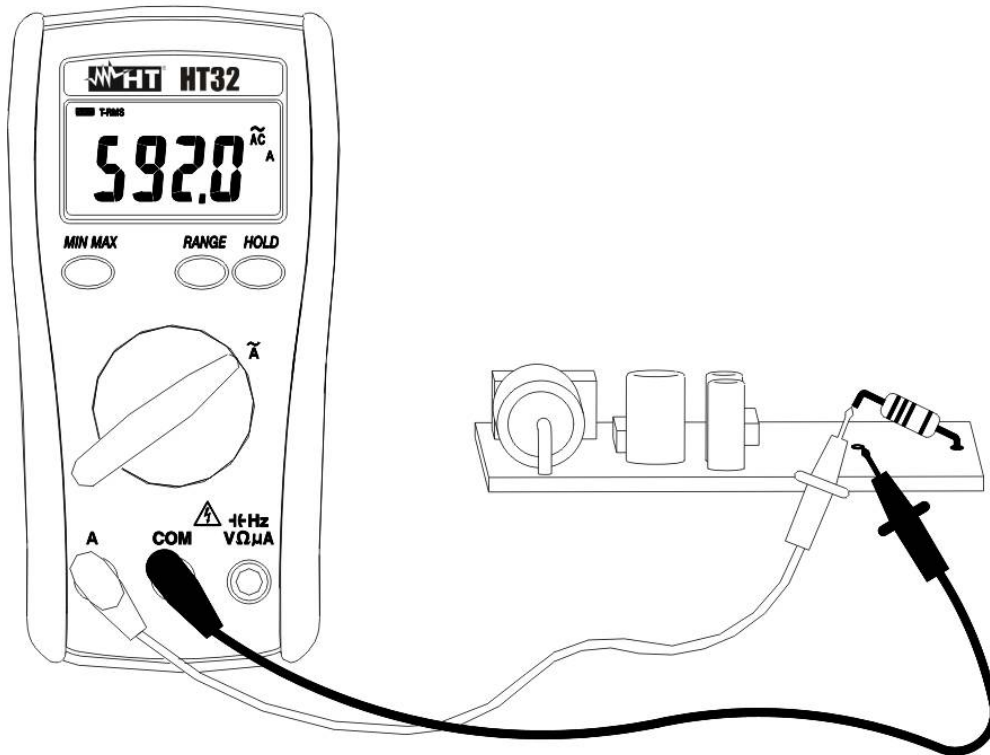

Abb.10: AC TRMS Strommessung
2. Verbinden Sie die rote Messleitung mit der A Buchse und die schwarze in die COM Buchse (Abb. 10).